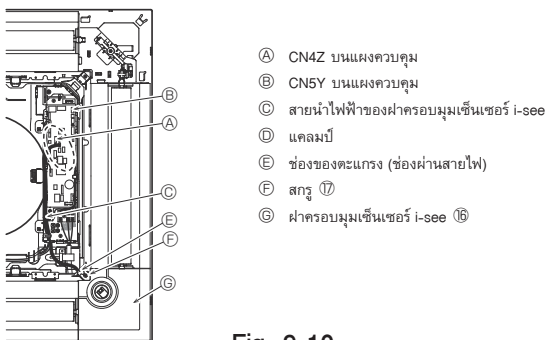

Fig. 9-10
9.4.6. การติดตั้งฝาครอบมุมเซ็นเซอร์ i-see (Fig. 9-10)
- เดินขั้วต่อสายนำไฟฟ้า (สีขา, 4 ขั้ว และสีขา, 5 ขั้ว) ของฝาครอบมุมเซ็นเซอร์ i-see ⑥ จากด้านข้างของตู้สายไฟบนเครื่องหลัก และเชื่อมต่อเข้ากับขั้วต่อ CN4Z และ CN5Y บนแผงควบคุม